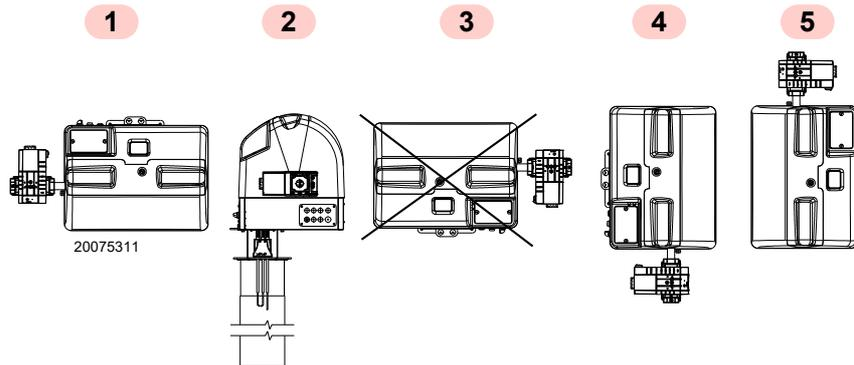

Abb. 18
- Der Brenner ist ausschließlich für den Betrieb in den Stellungen **1, 2, 4** und **5** (Abb. 18) ausgelegt.
- Alle Positionen erfordern die Installation des Gasventils mit nach oben oder waagrecht ausgerichteten (Abb. 18) Spulen.